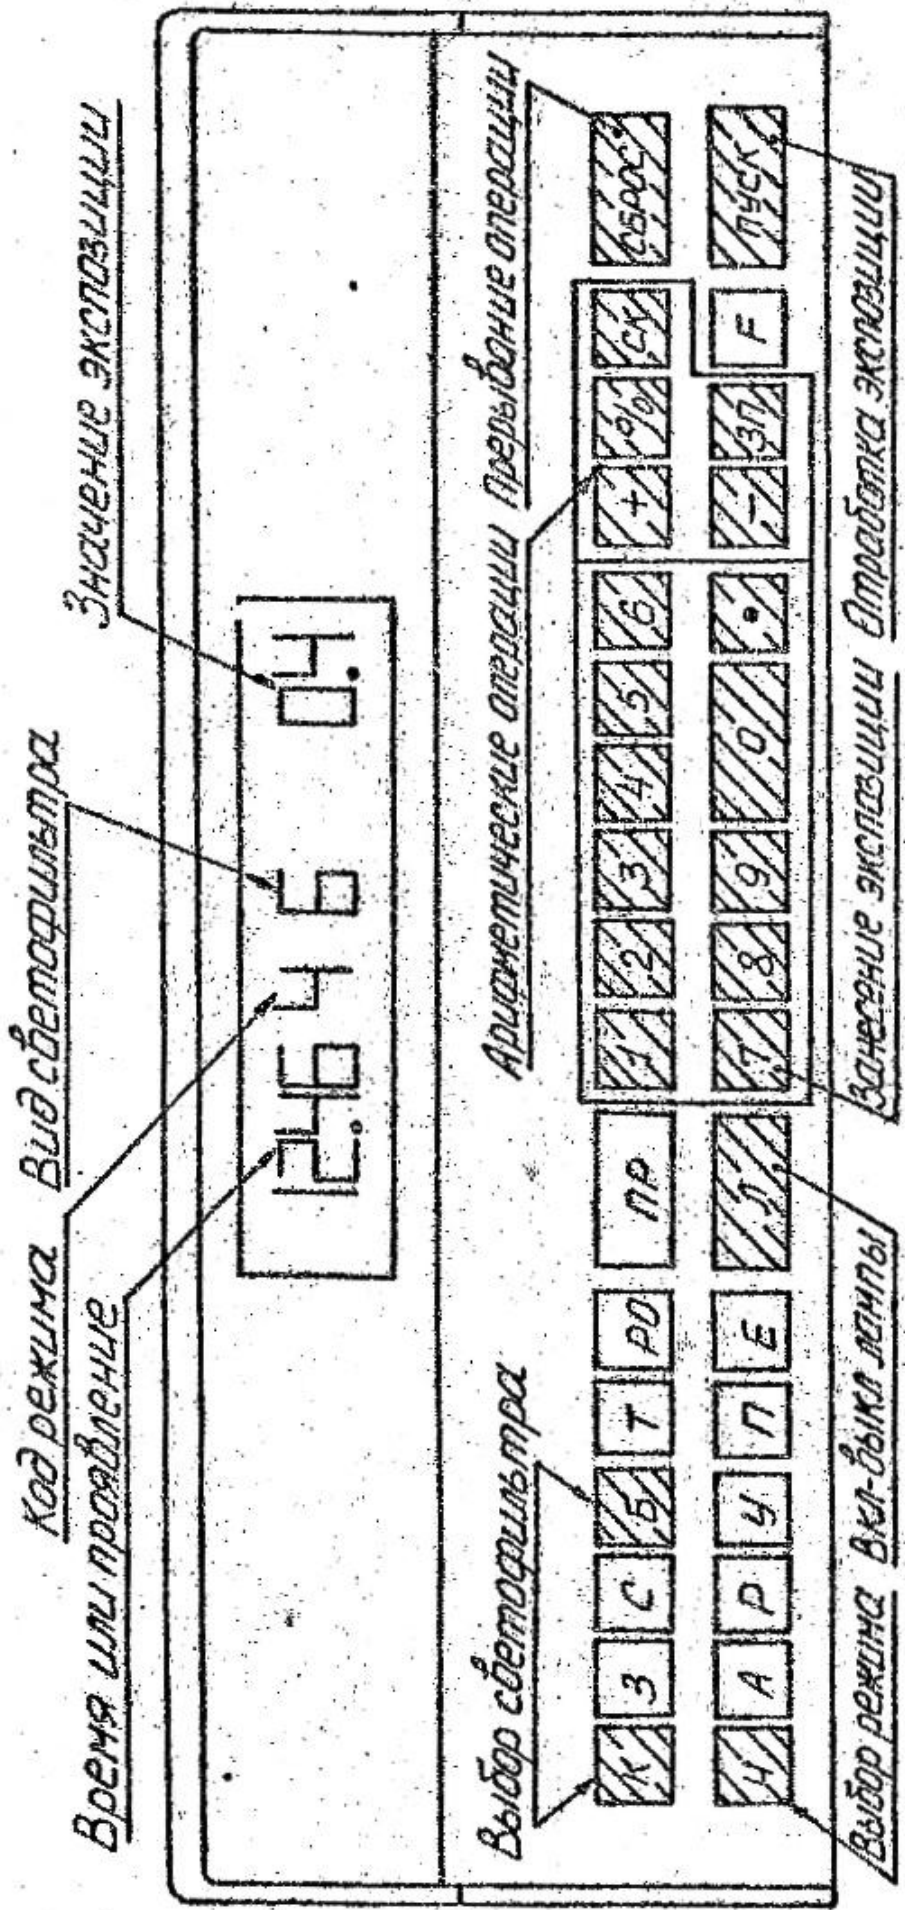

Рис. 11
7.21.1. Нажатием клавиши Ч установить режим ЧЕРНО-БЕЛАЯ ПЕЧАТЬ (индикация в соответствии с рис.11).